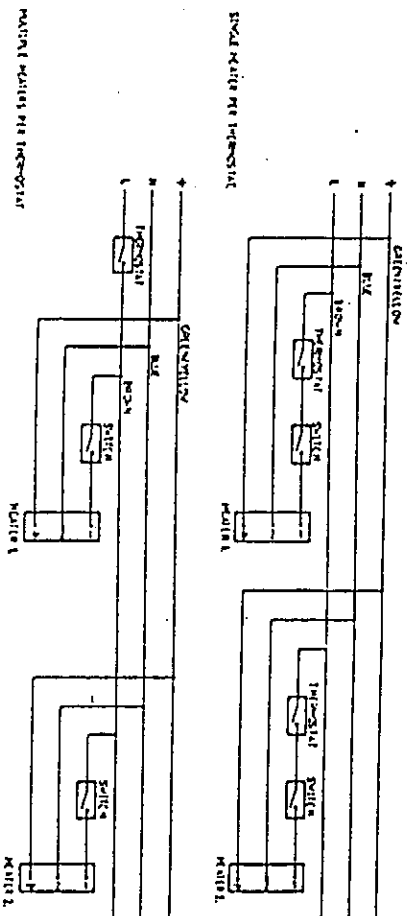

Abb. 3
3.3.2 Doppelkabel und Erd-PVC ummanteltes flexibles Lieferkabel (0,5mm² - nach nationalen oder lokalen Standardspezifizierungen) muß benutzt und die Anschlüsse wie in Abb. 3 gezeigt gemacht werden.